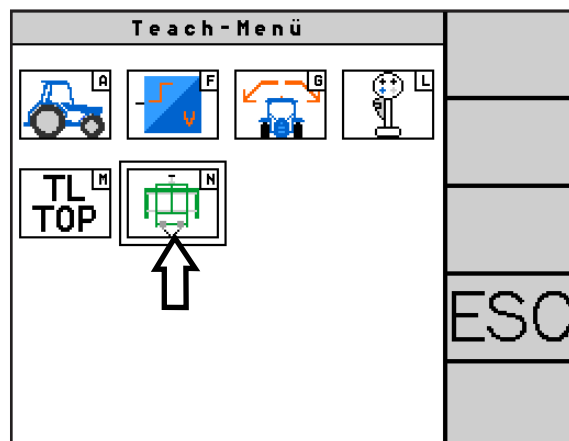

Abb. 82: Teach Verschieberahmen aufrufen
Wählen Sie im Teach-Menü das PSR SLIDE-Symbol (N) (siehe Abb. 82), um das Menü „Teach Verschieberahmen“ aufzurufen.